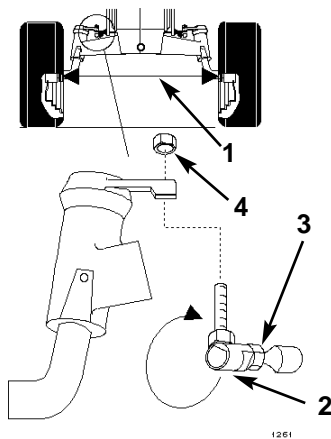

Figure 31
3. Mesurer entre les jantes des roues avant et arrière, au niveau de l'axe (Fig. 31).
2. Déposer la rotule d'un levier de direction (Fig. 31).
4. Tenir les pans de la rotule pour les aligner avec les pans de la barre d'accouplement et serrer le contre-écrou (Fig. 31).
3. Nettoyer la surface autour du réservoir (Fig. 31), pour distinguer clairement le niveau de liquide et pour éviter de faire tomber de la poussière dans le réservoir si l'on rectifie le niveau.